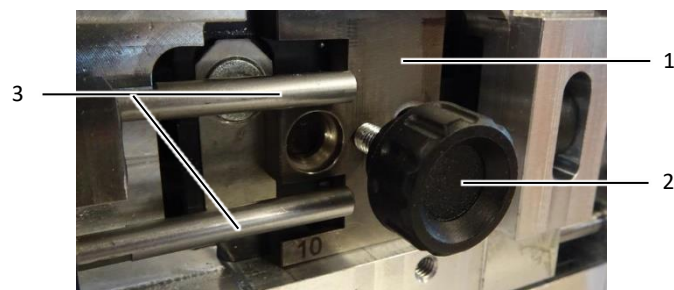

Fig. 8: Muffeholder med styrestifter
- Sammen med fingermøtrikken (fig. 8, pos. 2) tages muffeholderen (fig. 8, pos. 1) af.
- Vær opmærksom på styrestifter (fig. 8, pos. 3) ved af- og påmontering.